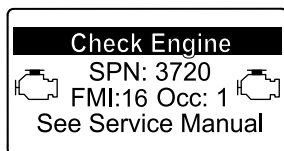

Figura 55
- Aviso do motor SPN 3720, FMI 16 (Figura 55)